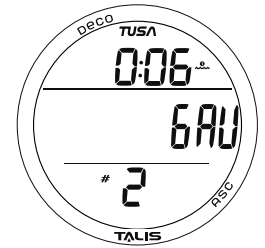

Abb. 81 - GAUG-OBERFLÄCHEN-HAUPTDISPLAY
**GAUG-Oberflächen-Hauptdisplay, Informationen beinhalten (Abb. 81):**